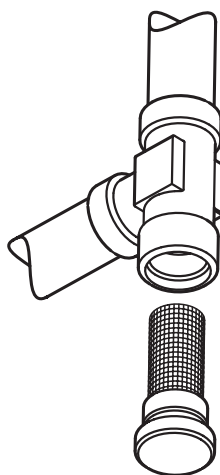

Fig. 22
4.5.2 Limpieza del filtro "Aqua Guard Filter System" (fig. 22)
4.5.3 Función de secado de la losa (fig. 22/a)
Durante el funcionamiento, el display muestra los días restantes de empleo de la función (ej.: dígitos principales -15 = faltan 15 días para el final de la función). El gráfico de la fig. 22/a indica la evolución de las curvas.